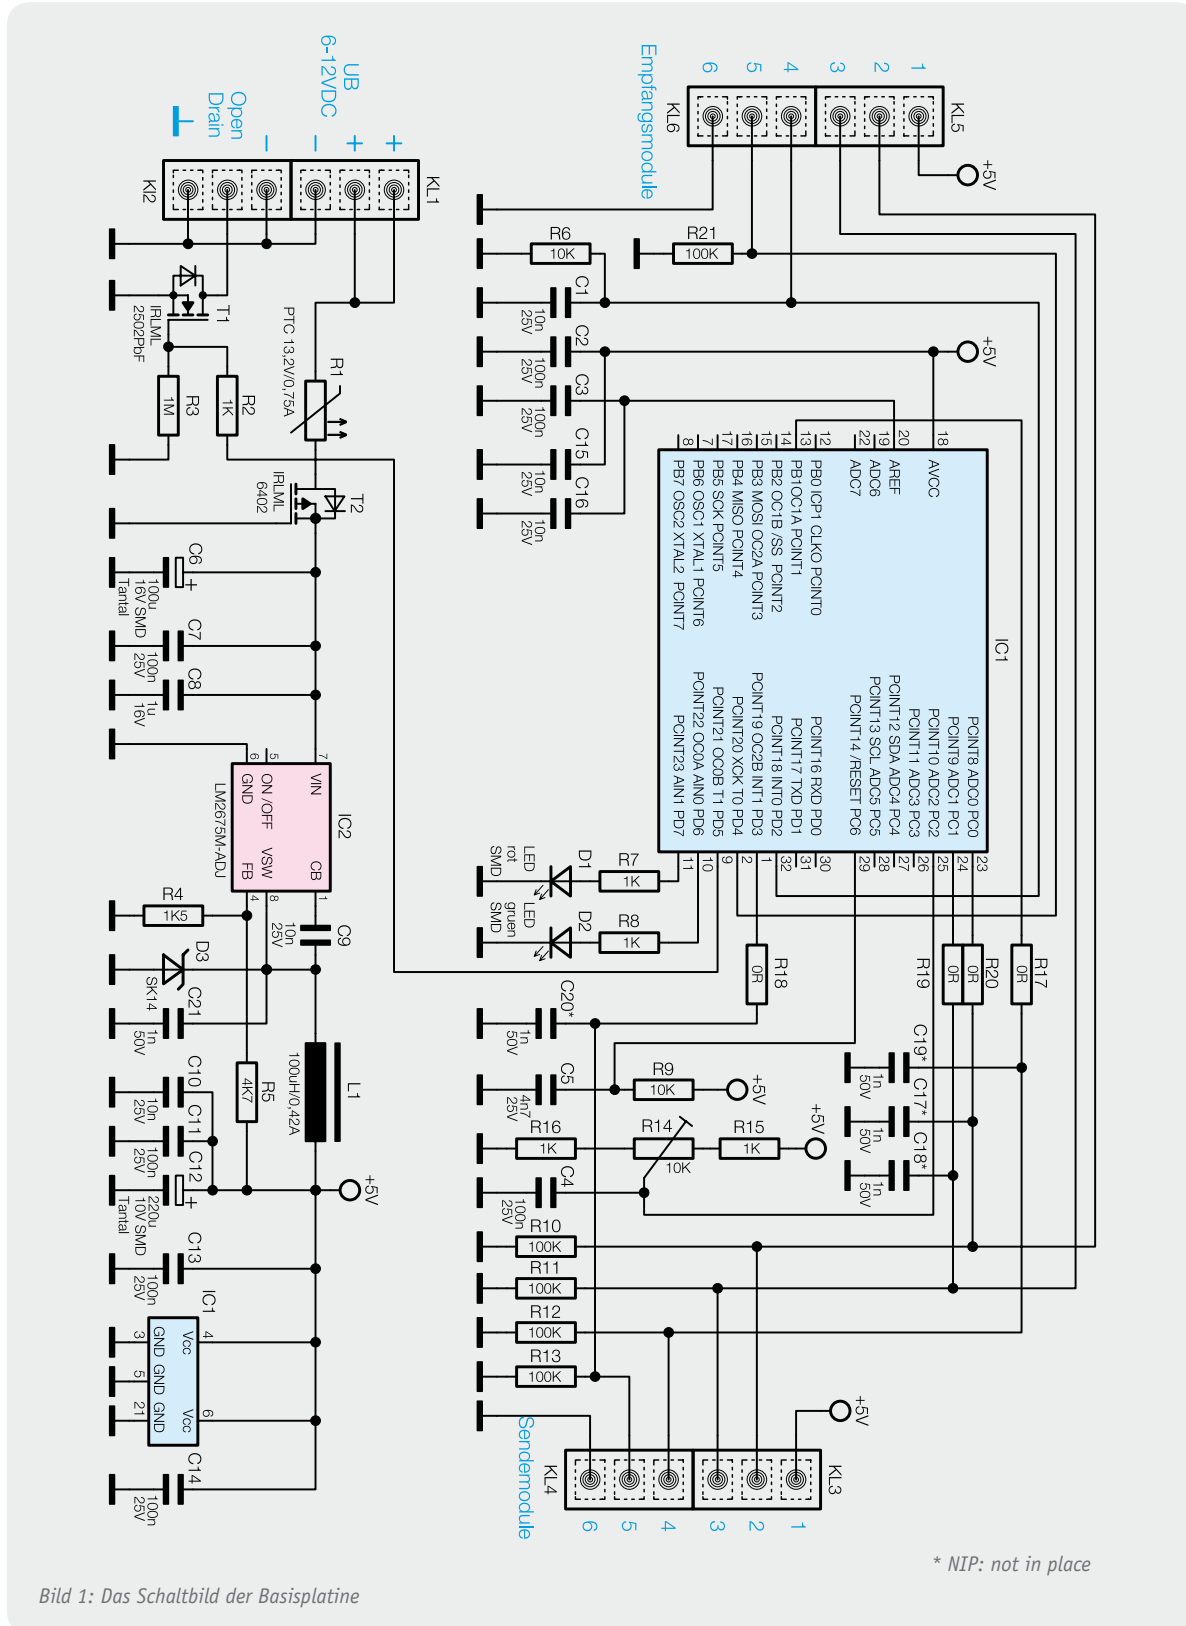

Bild 1: Das Schaltbild der Basisplatine
**Bild 1** zu sehen – übernimmt innerhalb der Vorhang-Lichtschanke mehrere Funktionen und stellt das Bindeglied zwischen den später beschriebenen Sender- und Empfängerplatinen dar.